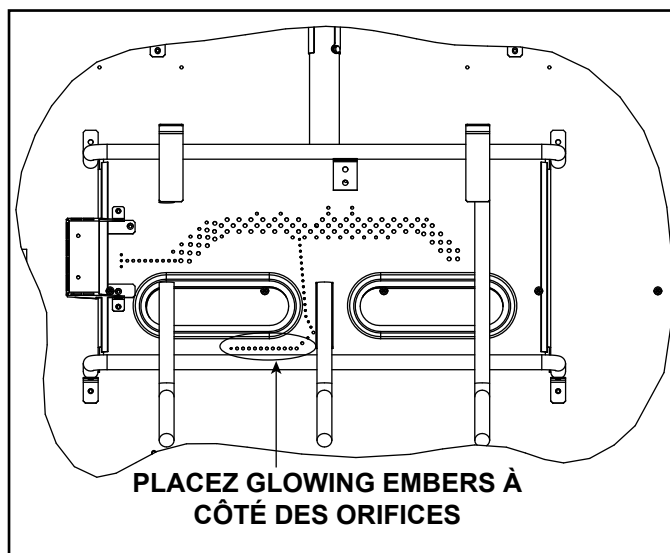

Figure 11.10. Emplacement des Glowing Embers
- Placez les morceaux de braise Glowing Embers® de la taille d'un dix sous, immédiatement devant la rampe d'orifices, mais pas sur ou entre les orifices (voir figure 11.10). Faire attention de ne pas recouvrir les orifices. Le non-respect de ces instructions peut entraîner des problèmes d'allumage et de suie.